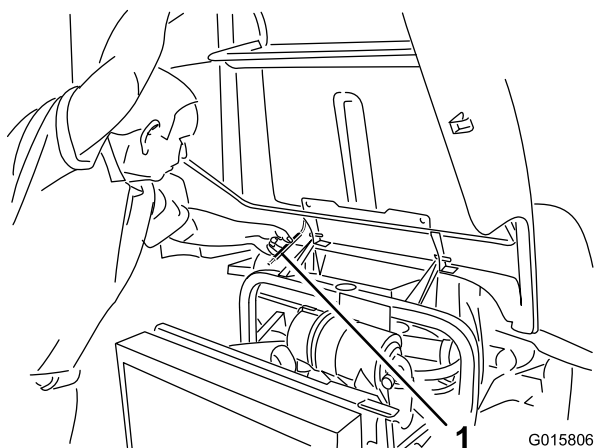

Figura 23
2. Levante el capó hasta que la varilla pueda colocarse detrás del tubo del bastidor (Figura 23).